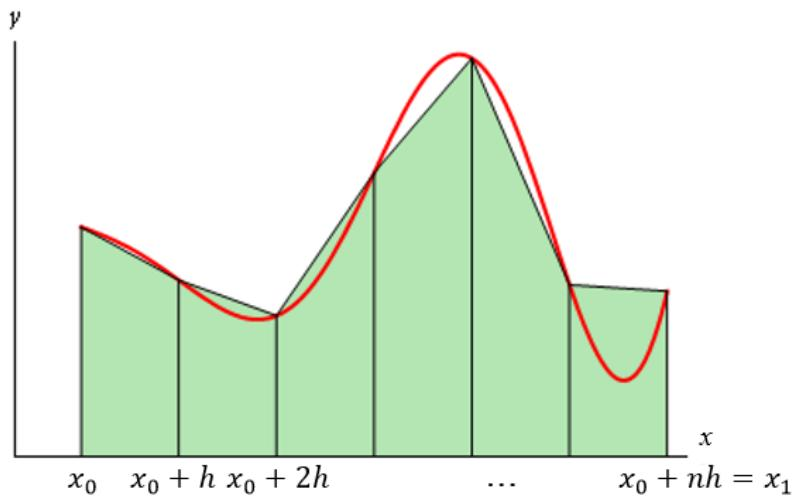

FIGURA 27. Regla de Trapecios Compuesta
y aproximar el valor de la integral (11) por la suma de las áreas de los *trapezios rectángulos* cuyas bases (ubicadas verticalmente) tienen longitudes $f(x_0), f(x_0+h), \dots, f(x_0+(n-1)h)$ y $f(x_0+nh)$, y sus alturas (ubicadas horizontalmente) tienen todas ellas longitudes h (Figura 27).